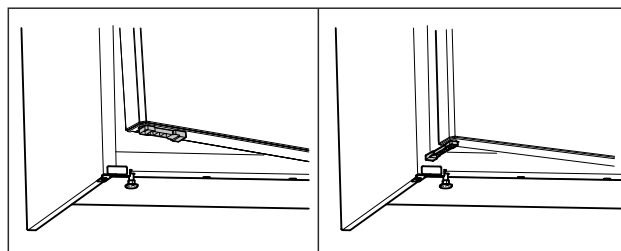

Fig. 70 *
- ▶ Otočte omezovač otevření dvířek o 90°. (viz Fig. 70) *